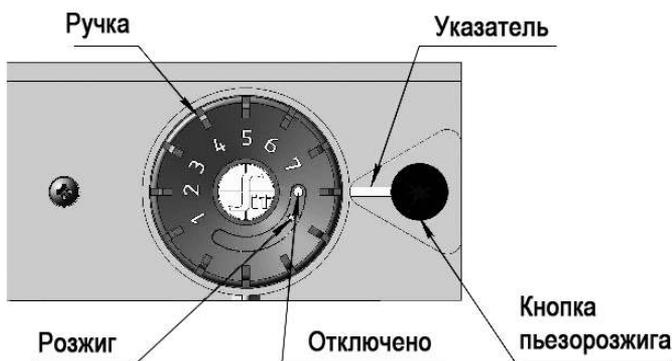

рис. 10 – Элементы управления на газовом блоке управления 630 EUROSIT
- Установить ручку газового блока в положение «Отключено» (см. рис. 10)
ВНИМАНИЕ! Для повторного розжига котла с газовым блоком 630 EUROSIT необходимо установить ручку в положение «Отключено» (см. рис. 10), а только затем повернуть ручку газового блока в положение «Розжиг».